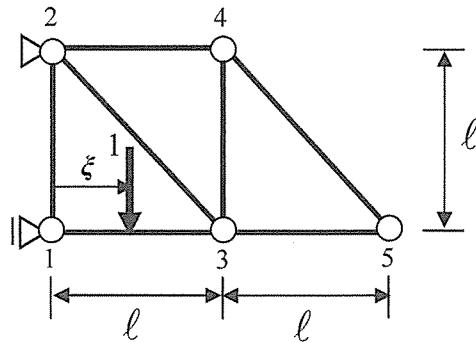

図 2
- (1) 図 2 のように格点 1 から格点 5 まで単位荷重が水平移動したときの部材 1-3 の軸力の影響線を描け。